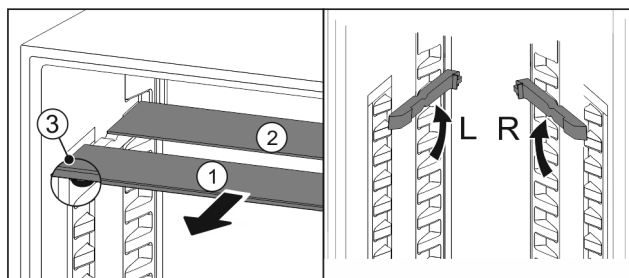

Fig. 96
- ▶ Extrageți Fig. 96 (1) pe rând plăcile de sticlă spre înainte.
- ▷ Placa de sticlă Fig. 96 (1) cu șipca decorativă se află în față.
- ▷ Opritoarele Fig. 96 (3) indică în jos.